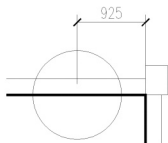
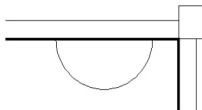

图 4.122 绘制圆
图 4.123 修剪圆
② 在指定圆的半径或 [直径(D)]：提示下，输入圆的半径“600”后按 Enter 键，结果如图 4.122 所示。
(3) 用【修剪】命令将图 4.122 修改至如图 4.123 所示，再用【偏移】命令将图 4.122 内的圆弧向内偏移 50。